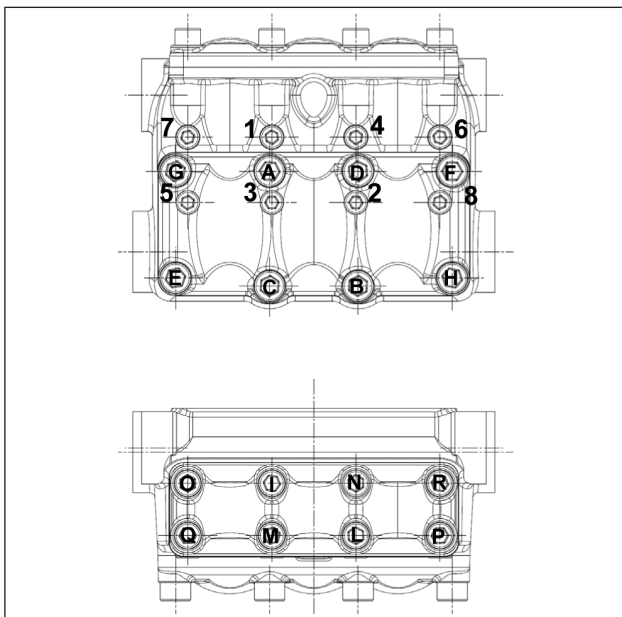

Fig. 31
*** Os parafusos de fixação da cobertura da válvula da pos. de explosão 45 e pos. de explosão 58 devem ser apertados com chave dinamométrica, respeitando a ordem relacionada no esquema da Fig. 31.